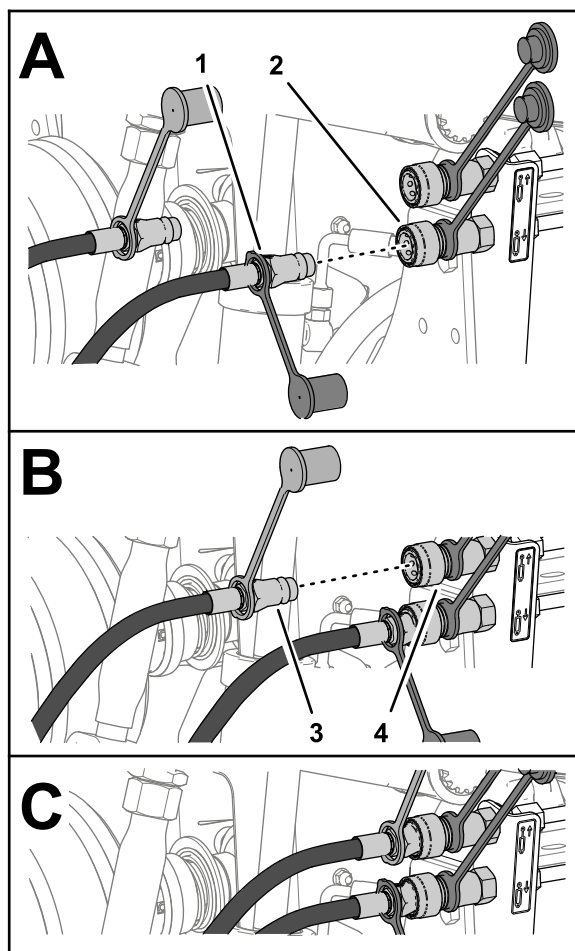

Figure 33
4. Raccordez le flexible de déploiement de vérin à raccord rapide au circuit d'abaissement d'accessoire arrière à raccord rapide (Figure 33).